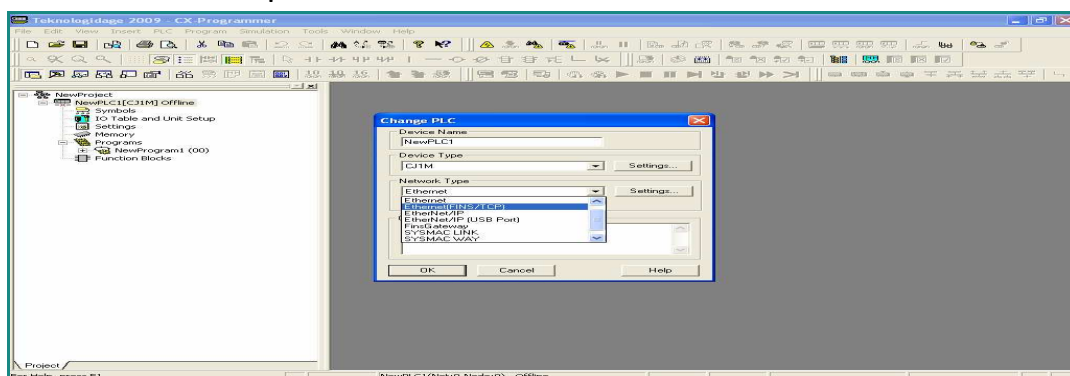

Figura 4 – Schermata del *CX-Programmer* per scegliere il tipo di connessione Ethernet
- Fare click due volte su CPU come in Figura 4 “NewPLC[CJ1M] Offline”